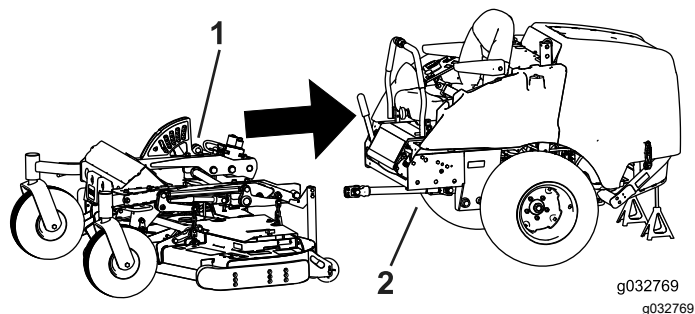

Figure 119
1. Placez le cadre d'été dans l'alignement du cadre de la machine, et faites-le rouler en arrière (Figure 119).